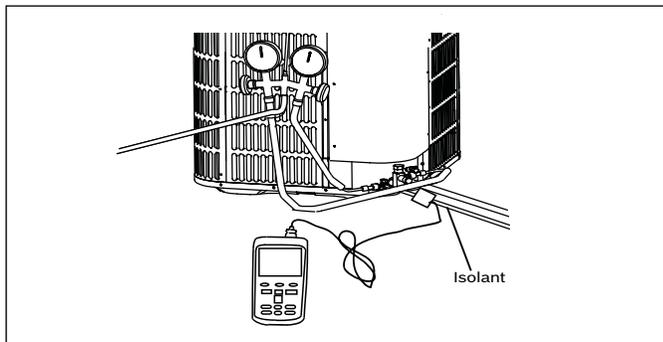

Figure 41
- ▶ Raccordez les manomètres à la bouteille de frigorigène et au module tel qu'illustré (fig. 41).